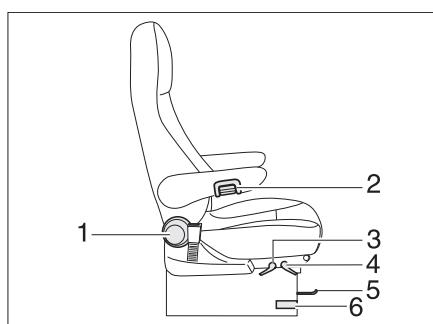

Fig. 96 Sedile del conducente e sedile del passeggero
■ Premere o tirare la leva (Fig. 96, 6) per la rotazione del sedile. L'arresto del sedile si sblocca.